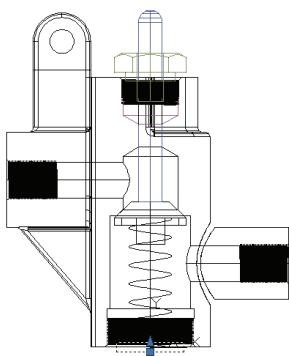

图 11-174 创建圆柱体（二）
11) 创建圆柱体：单击“建模”工具栏中的“圆柱体”按钮 $\square$ ，以坐标点(0,0,-2)为起点，绘制半径为“14”，高度为“4”的圆柱体。创建的圆柱体如图 11-174 所示。